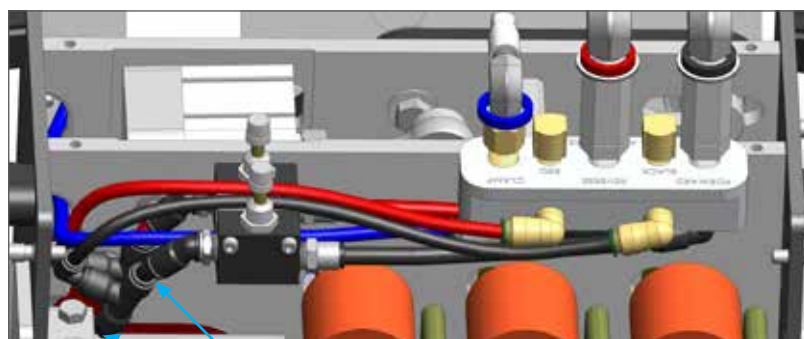

ABBILDUNG 3
2. Schließen Sie den roten und den schwarzen Schlauch mit den T-Anschlüssen des Luftverteilers an die Anschlüsse auf der linken Seite der Durchflussregler an. Verbinden Sie das andere Ende der T-Anschlüsse mit den Enden des abgeschnittenen Schlauchs. Die Schläuche der Verteilerbaugruppe sollten sich zwischen den Durchflussreglerknöpfen befinden. **(Abbildung 3)**.